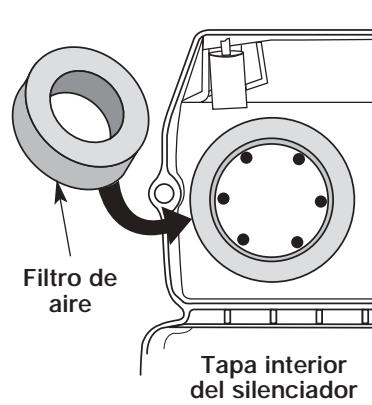

Fig. 37
- Gire la tapa y ubique el filtro de aire adentro. Saque el filtro de aire de adentro de la tapa del filtro de aire / silenciador (Fig. 37).
- Cambie el filtro de aire dentro de la tapa del filtro de aire / silenciador (Fig. 37).